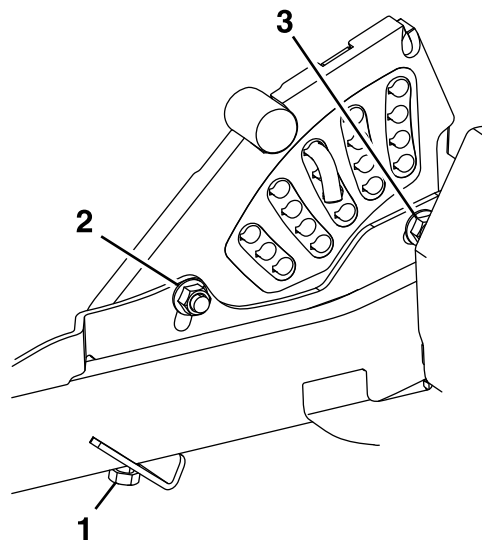

Figura 86
13. Si las 4 tuercas de ajuste de la carcasa no permiten lograr una altura de corte exacta con la inclinación necesaria, puede ajustar el sistema de ajuste de un solo punto (Figura 86).
14. Para ajustar el sistema de un solo punto, primero afloje los pernos de montaje delantero y trasero de la placa de altura de corte (Figura 86).
16. Apriete los 2 pernos en el borde inferior de la pletina de altura de corte (Figura 86).